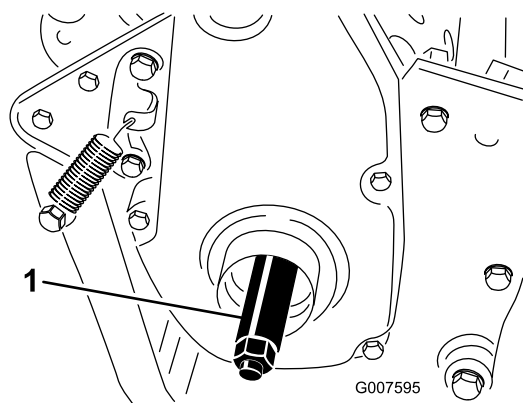

図 6
3. 右側ホイール・シャフトを機体の右側にある駆動プーリのネジ穴にねじ込む(図 6)。